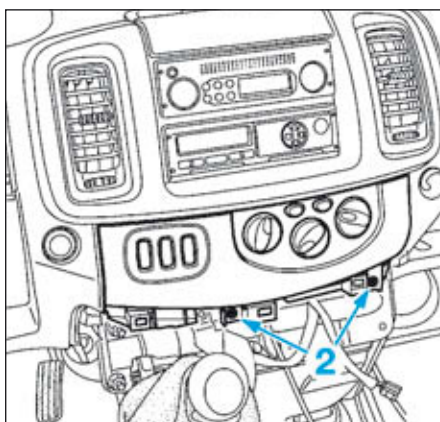

FIG.58
- les vis (2) du panneau de commande de chauffage (Fig.58),